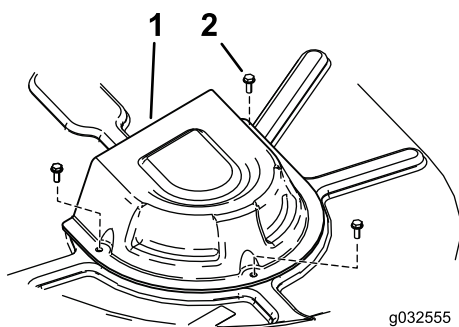

Figure 71
4. Déposez les couvercles de poulie (Figure 71).